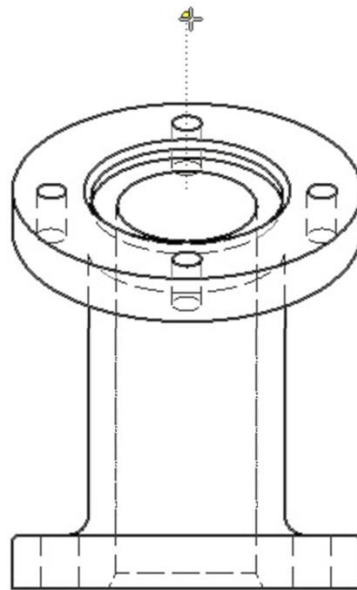

Рисунок 3.3 – Разделительная линия позволяет увидеть, где будет разрезана модель для сечения
3) Когда будете перемещать курсор вокруг *родительского* вида, увидите пунктирную линию, вдоль которой необходимо разрезать. При прохождении линия через центр верхней плоскости (рисунок 3.3), щелкните для того, чтобы зафиксировать линию сечения.